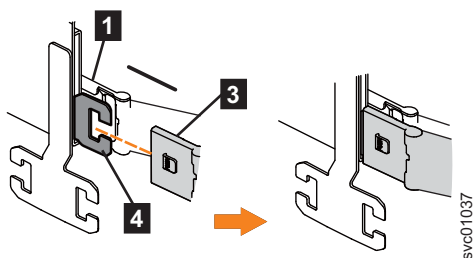

图 53. 将上部 CMA 的内部连接器安装到支撑导轨的内部构件上
3. 将上部 CMA 组合件的内部连接器 (**3**) 安装到左侧支撑导轨的内部构件 (**4**) 上, 如第 66 页的图 53 中所示。